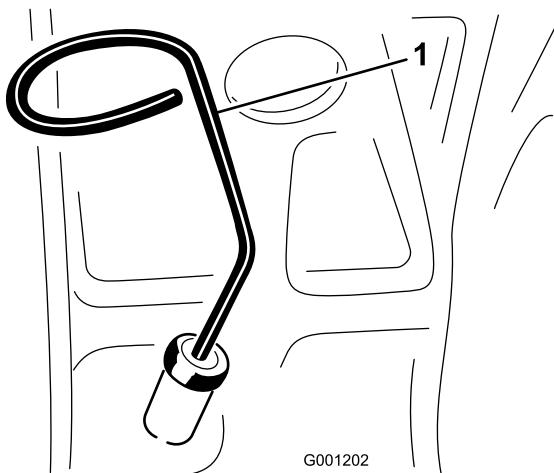

Figura 22
2. Retire a vareta (Figura 22), limpe-a e volte a colocá-la. Retire a vareta e verifique o nível de óleo. O nível de óleo deve atingir a marca Full (Cheio) da vareta.